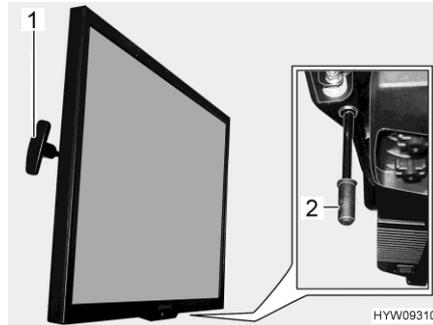

Fig. 69 Écran plat
- Tirer la poignée (Fig. 69,1) et la maintenir tirée. L'écran plat est déverrouillé.
- Tirer la poignée (Fig. 69,2) vers le bas et le maintenir ainsi. L'écran plat est déverrouillé.